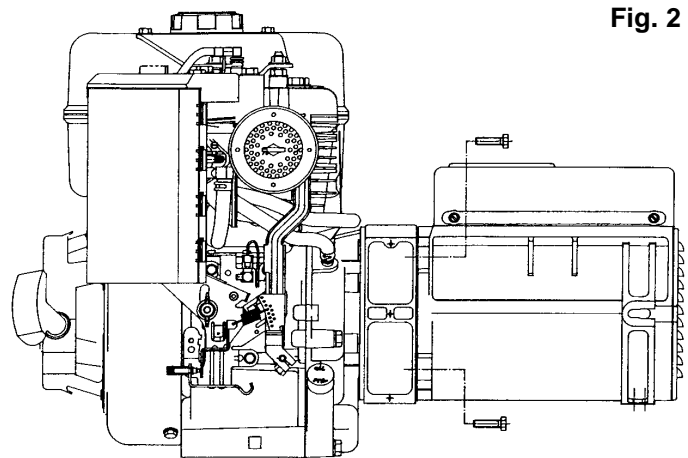

Fig. 2
-) bloccare l'alternatore sul coperchio fissando i quattro dadi M8 sui tiranti, applicando una coppia di pari a $16 \pm 7\%$ Nm (fig. 2).
-) fix the alternator to the cover by using the four M8 nuts onto the bolts and by applying a tightening torque of $16 \pm 7\%$ Nm (fig.2).
-) bloquer l'alternateur sur le couvercle en fixant les quatre écrous M8 sur les tirants, en appliquant un couple de serrage de $16 \pm 7\%$ Nm (fig. 2).
-) Den Umwandler auf dem Deckel befestigen und ihn mit Hilfe der vier Muttern M8 an den Zugstangen befestigen bei Aufbringen eines Anzugsmoments von $16 \pm 7\%$ Nm (Abb. 2).
-) sujete el alternador en la tapa fijando las cuatro tuercas M8 en los tirantes, aplicando un par de torque de $16 \pm 7\%$ Nm (fig. 2).